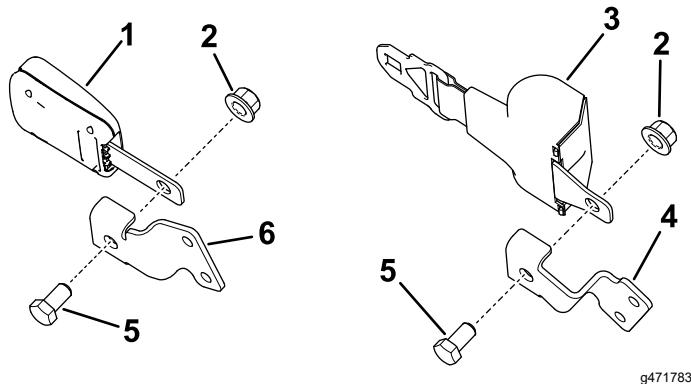

Figura 9
1. Montate le cinture di sicurezza collegando fibbia e timone all'interno delle staffe delle cinture di sicurezza con 2 bulloni a testa esagonale (1/2" x 1") e 2 dadi di bloccaggio (1/2"), come illustrato nella Figura 9.